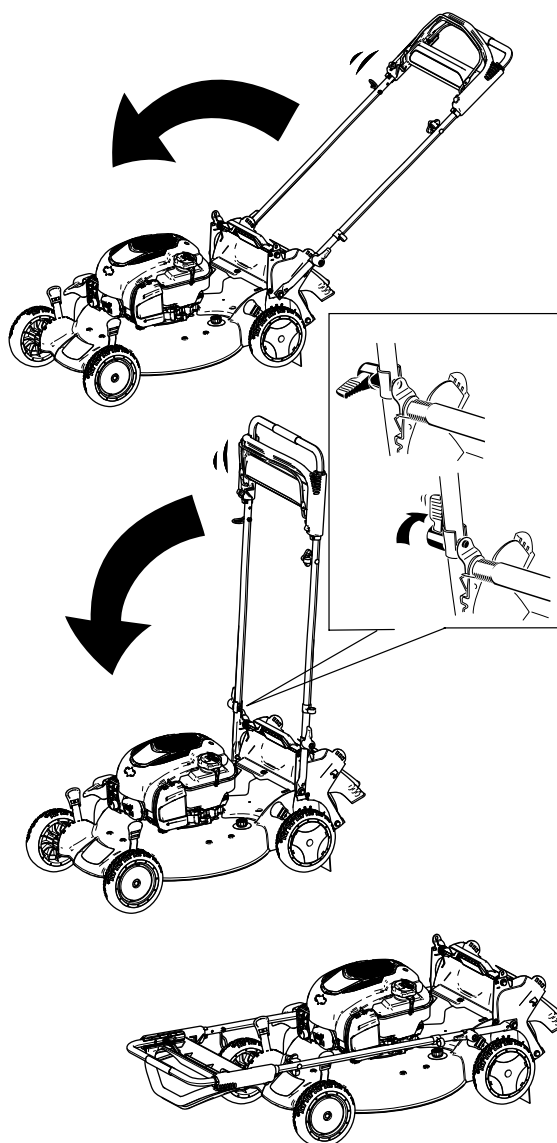

Figuur 23
1. Verwijder de elektrische startknop; zie Figuur 23 (uitsluitend modellen met elektrisch startsysteem).